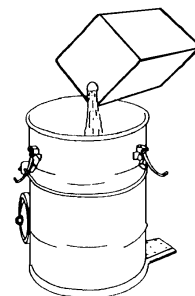

Fig.3
- 油槽内を清潔なウエスなどで拭いてから、ご使用のオイルを移し替えてください。（Fig 3）